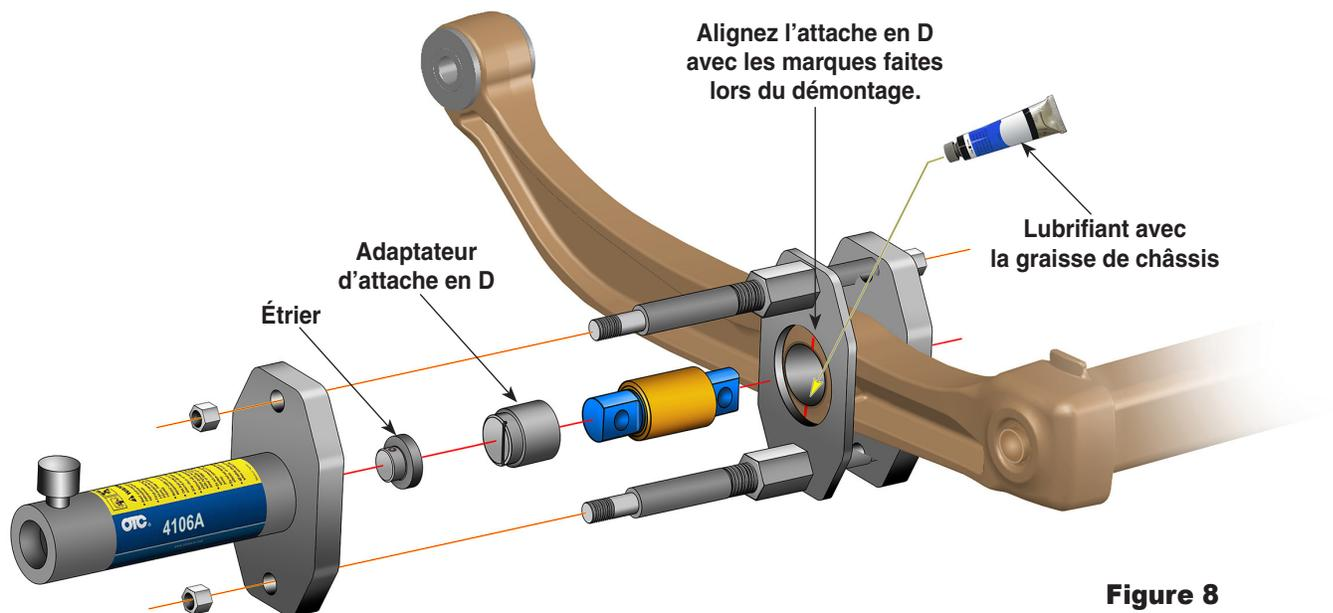

Figure 8
1. Nettoyez et lubrifiez bien l'intégralité de la surface du diamètre intérieur du cylindre et de l'extérieur de la bague. Voir Figure 8.